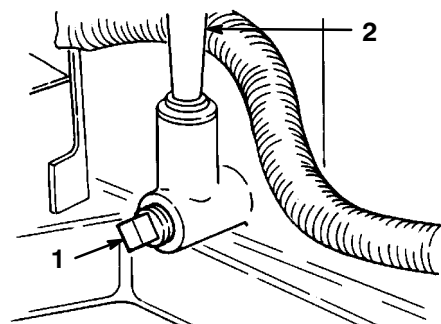

Figure 14
4. Placez un bac de vidange sous le goulot de remplissage/jauge et enlevez le bouchon de vidange (Fig. 14).